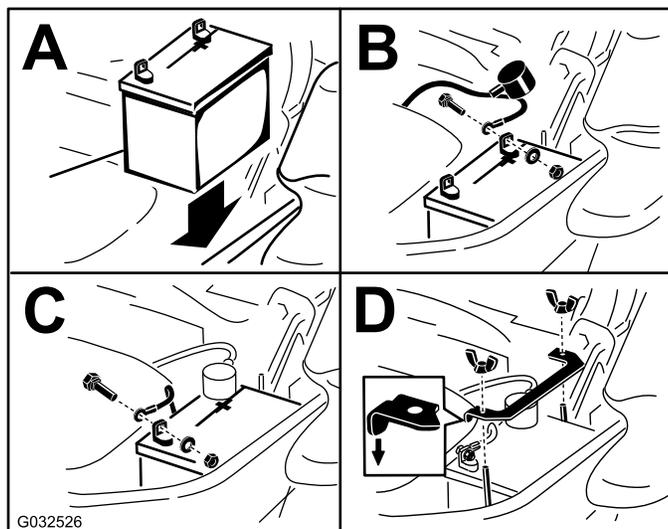

Figura 68
**Nota:** Coloque la batería en la bandeja, con los bornes frente al depósito de aceite hidráulico (Figura 68).